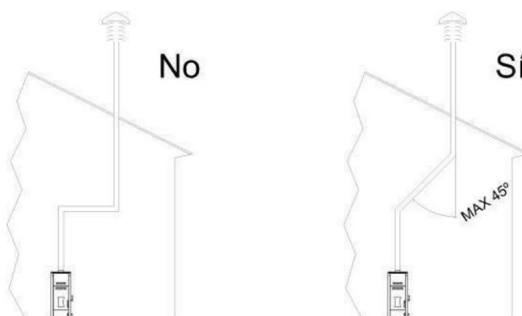

Figure 2
- La section interne de la cheminée doit être uniforme, de préférence circulaire : les sections carrées ou rectangulaires doivent avoir des angles arrondis avec un rayon d'au moins 20 mm et un rapport entre les côtés maximum de 1,5 ; les parois doivent être lisses et sans rétrécissement ; coudes réguliers sans discontinuité, avec des déviations de coude ne dépassant pas 45° (fig. 2).